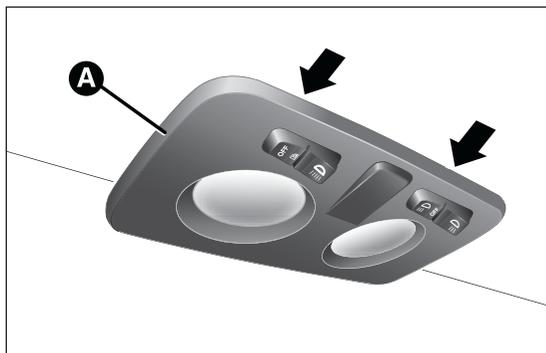
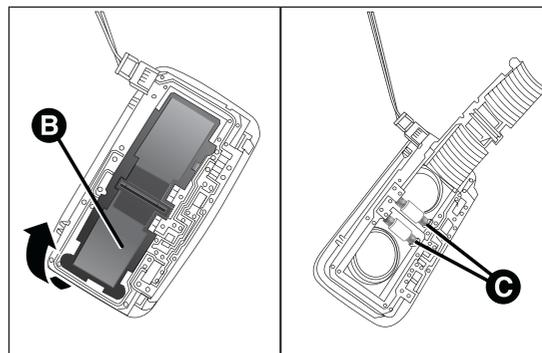

fig. 134
fig. 135
- enlever le plafonnier A fig. 134 en agissant sur les points indiqués par les flèches ;
- ouvrir le volet B fig. 135, remplacer les ampoules C en les séparant des contacts latéraux. Puis s'assurer que les nouvelles ampoules soient bien bloquées entre les contacts ;
- refermer le volet B fig. 135 et fixer le plafonnier A fig. 134 dans son logement en s'assurant de son blocage.